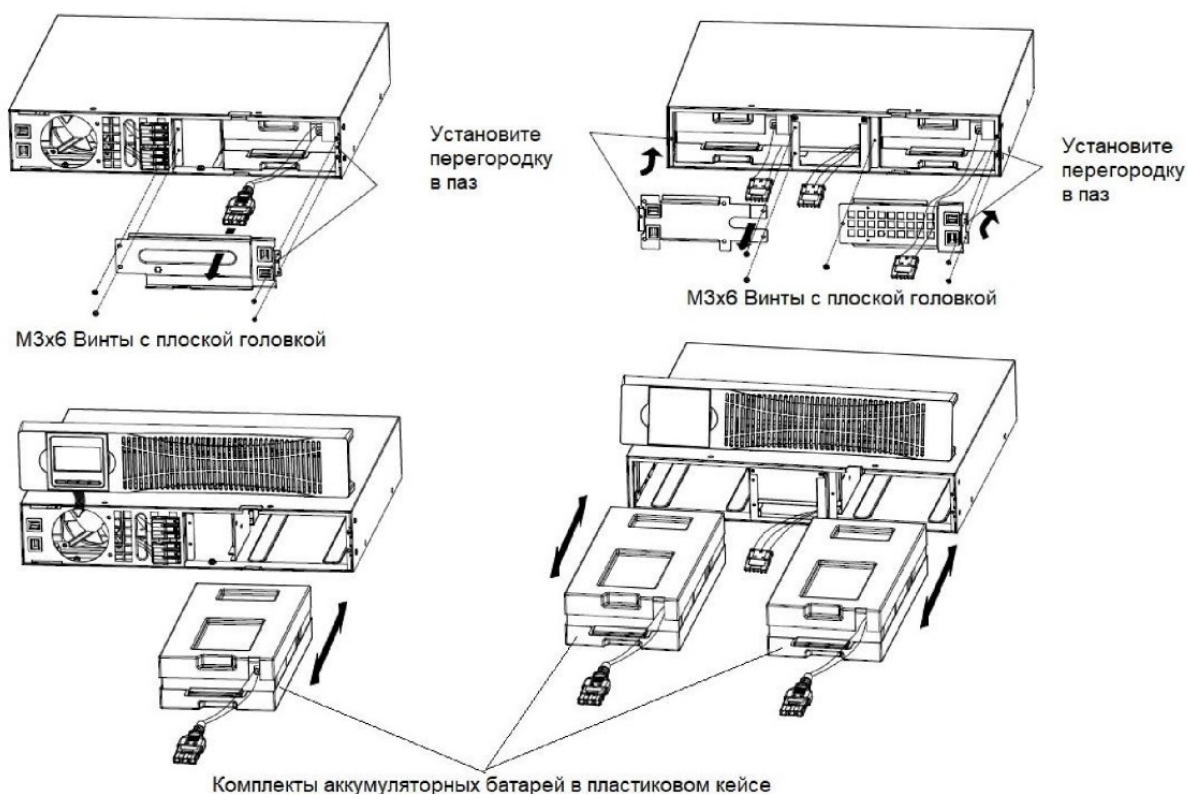

Рисунок 4.
1. Снимите переднюю декоративную пластиковую панель под которой располагаются отсеки аккумуляторных батарей Рисунок 4. Это однотипное действие для ИБП и для дополнительных блоков батарей;